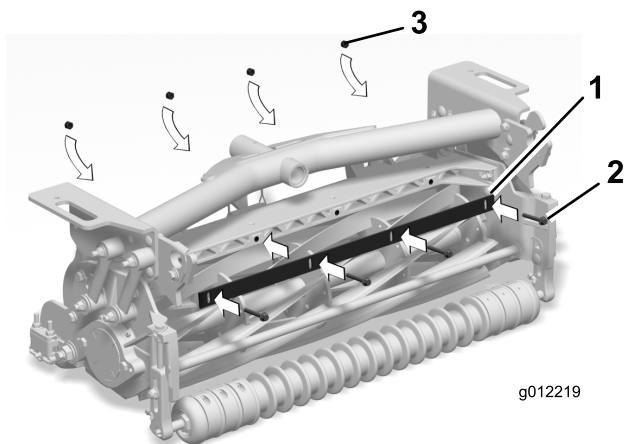

Figura 7
3. Monte provisionalmente la barra de recortes en el bastidor de la unidad de corte con 4 pernos (¼" x 1¾") y 4 contratuercas (¼") (Figura 7).
5. Apriete los pernos y las contratuercas (Figura 7).